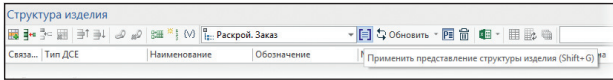

Рис. 11. Применение «представления» структуры изделия и проверка правильности формирования данных для раскроя
5. Применить «представление» структуры изделия и проверить правильность формирования данных для раскроя (рис. 11).